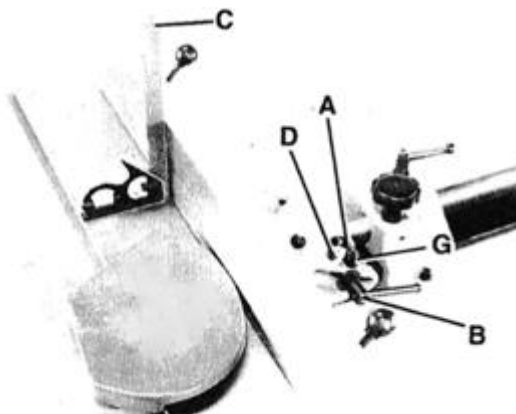

Рис. 36
1. Установите ограждение на 90 градусов относительно стола. Убедитесь, что упор (G) – Рис. 36 находится в нижнем положении, как показано на Рисунке, а регулировочный винт (A) контактирует с упором. Затяните стопорную рукоятку (B).
2. Установите угольник (C) – Рис. 36 на стол против ограждения и проверьте, составляет ли угол 90 градусов.
3. Если необходима настройка, открутите стопорную рукоятку (B) – Рис. 36 и стопорную гайку (D). Поворачивайте регулировочный винт (A), пока ограждение не будет установлено под углом 90 градусов относительно стола. Затяните стопорную рукоятку (B) и стопорную гайку (D).